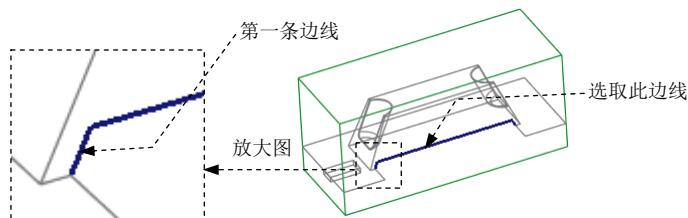

图 12.40 选取延伸边
(1) 遮蔽参考模型和坯料。
(2) 按住Shift键，再选取图12.40所示的加亮边线。单击**分型面**功能选项卡**编辑**▼区域的按钮，此时出现**延伸**操控板。
(3) 取消坯料的遮蔽。
(4) 选取延伸的终止面。
① 在操控板中按下按钮(延伸类型为至平面)。